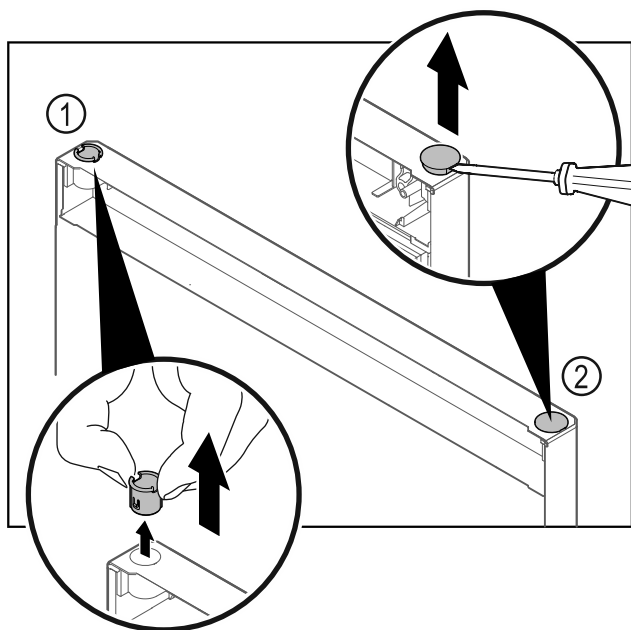

Fig. 27 Puerta del compartimiento frigorífico
- Extraer el casquillo de bisagra Fig. 27 (1) con los dedos.
- Levantar cuidadosamente el tapón Fig. 27 (2) con un destornillador para tornillos de cabeza ranurada y extraerlo.